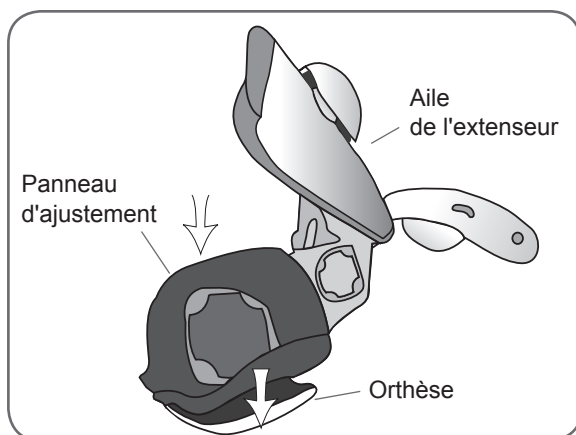

Figure 6-20 : Placement du panneau d'ajustement des fléchisseurs.
2. Lorsque l'aile de l'orthèse est ouverte, fixez le panneau d'ajustement du fléchisseur avec le support du fléchisseur de l'orthèse. Reportez-vous à la Figure 6-20.